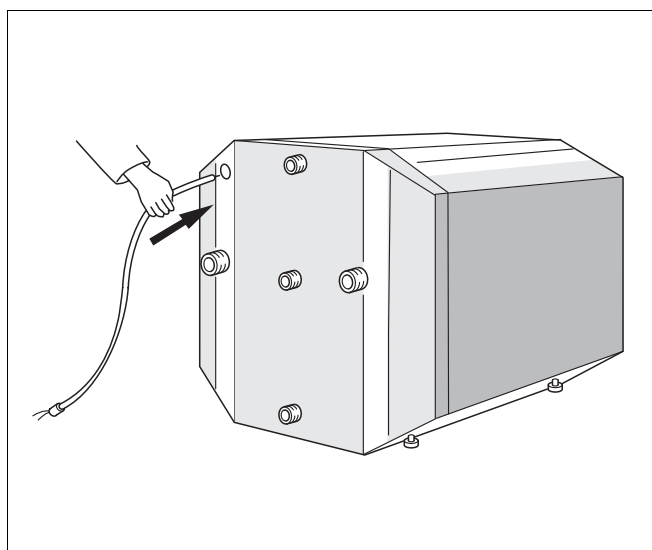
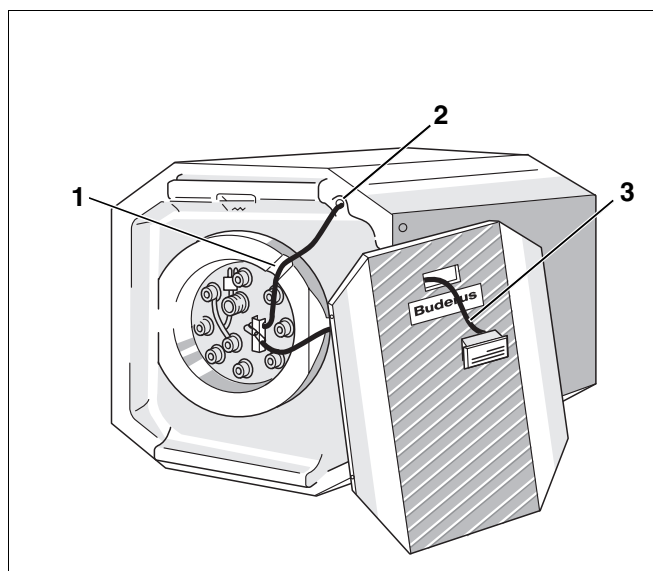
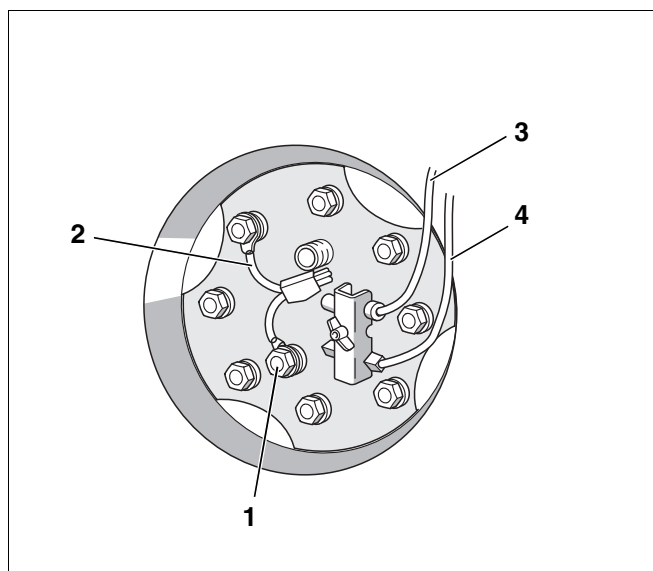

Рис. 5 Крепление датчика на крышке люка
Рис. 6 Прокладка кабеля датчика
Рис. 7 Крышка люка
- Ввести датчик регулятора температуры горячей воды* (рис. 7, поз. 3 на стр. 7) с задней стороны бака в отверстие кабельного канала (рис. 5).
- Вынуть датчик из канала (рис. 6, поз. 2) на передней стороне бака и провести к креплению датчиков на крышке люка (рис. 6).
- Провести датчик для термометра горячей воды (рис. 6, поз. 3 и рис. 7, поз. 4) (FB) спереди через вырез в передней стенке кожуха и установить корпус термометра в вырез.
- Размотать провод датчика и провести через прорезь (рис. 6, поз. 1) в теплоизоляции к креплению датчика на крышке люка (рис. 6).
- Отвернуть барашковую гайку крепления датчиков, установить датчики в соответствии с их геометрической формой или диаметром в крепежную планку (рис. 7).
- Проверить, подключен ли заземляющий кабель (рис. 7, поз. 2) магниевого анода (рис. 7, поз. 1) к крепежному болту крышки люка (рис. 7).
- Соединить штекер заземляющего кабеля с кабелем системы управления (рис. 7).